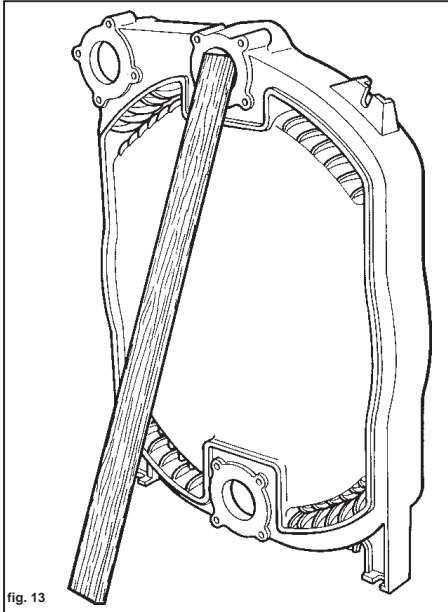

fig. 13
- 1 (Fig. 13) An das Endglied der Kesselrückseite eine Leiste so anlegen, daß ihre Stabilität während der gesamten Montagearbeiten sichergestellt ist.